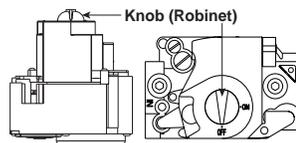

Figure 2
6. Move the gas control knob clockwise ↻ to "OFF". (See Figure 2)
7. Wait five (5) minutes to clear out any gas. Then smell for gas, including near the floor. If you smell gas, STOP! Follow "B" in above information. If you don't smell gas, go to the next step.
8. Move the gas control knob counterclockwise ↻ to "ON". (See Figure 2)
6. Faire tourner le robinet à gaz dans le sens des aiguilles d'une montre ↻ pour l'amener sur la position OFF (Arrêt) (Voir Figure 2).
7. Attendre cinq (5) minutes pour s'assurer de la dissipation du gaz. En cas d'odeur, ARRÊTER LE PROCÉDÉ. Suivre les instructions cidessus (Section B). En l'absence de toute odeur de gaz, avancer à l'étape suivante.
8. Faire tourner le robinet à gaz dans le sens inverse des aiguilles d'une montre ↻ pour l'amener sur la position ON (Marche) (Voir Figure 2).
4. Move the gas control knob clockwise ↻ to "OFF". Do not use force. (See Figure 2)
4. Faire tourner le robinet à gaz dans le sens des aiguilles d'une montre ↻ pour l'amener sur la position OFF (Arrêt) Ne pas forcer (Voir Figure 2).